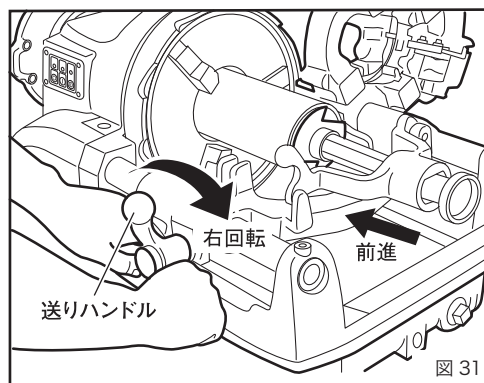

図 31
④スイッチを入れてパイプを回転させてから、送りハンドルでリーマをパイプに押しつけ、パイプが1回転以上したらリーマをパイプからはなしてください。これで面取りは完了です。(図 31)